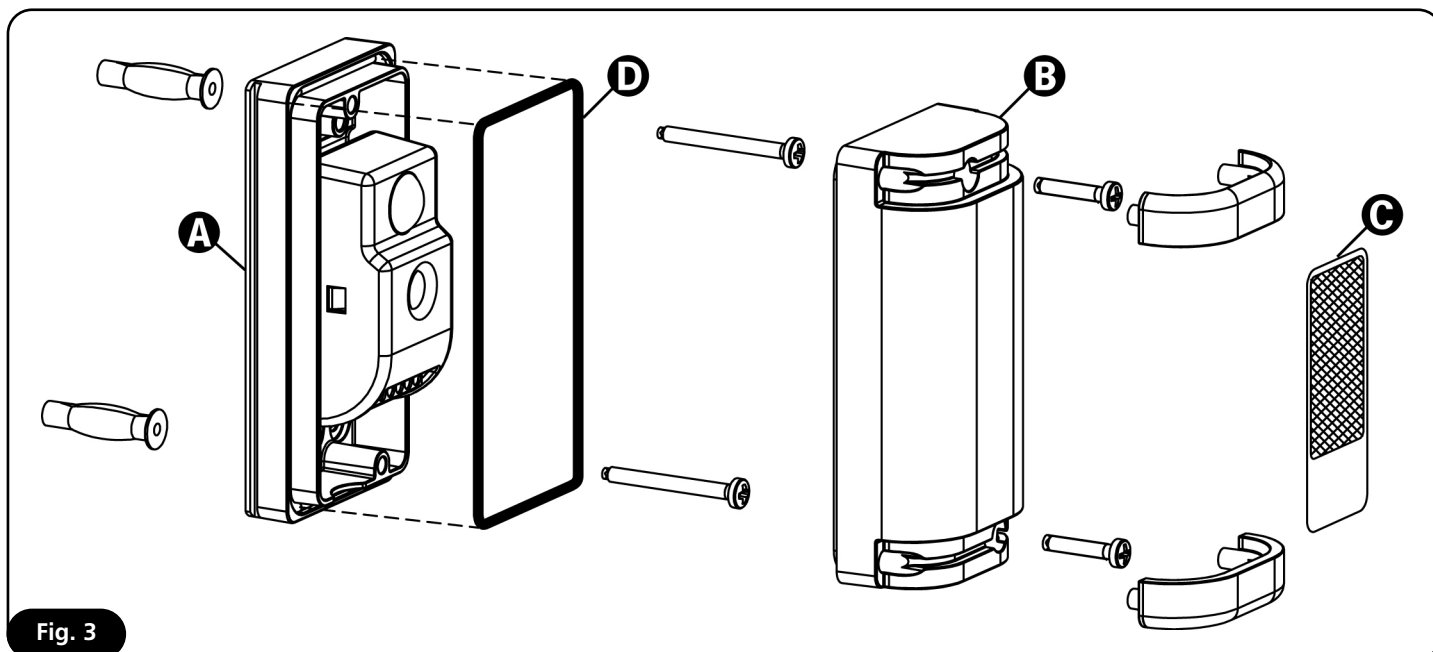

Fig. 3
4. Insérer la garniture **D** sur la base **A** (Fig.3).